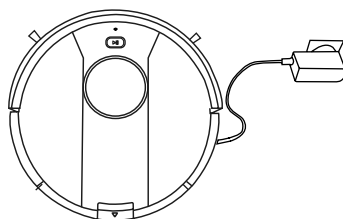

Figura 2
- Collegamento del robot all'adattatore di rete (Figura 2)